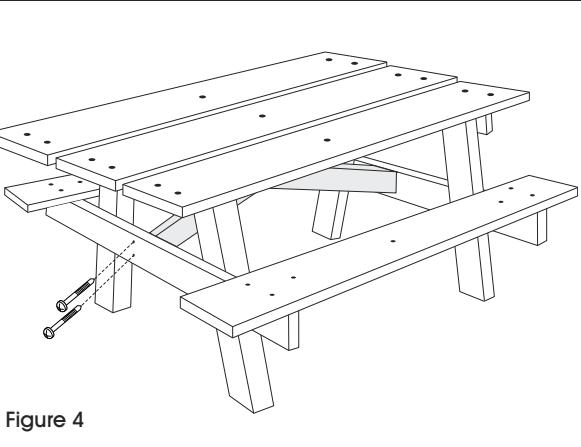

Figure 4
7. À l'aide de vis pour bois traité de 3 po (à bien visser plus tard à l'étape 8), fixez sans serrer les deux supports de dessus de table (angles égaux) sur la paroi inférieure de la table en A avec le support de dessus de table (angles différents) placé au centre. (Voir Figure 4)